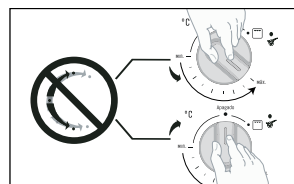

Figura 57.
- No haga fuerza a las perillas más allá del tope de ABIERTO y CERRADO. (Ver figura 57).